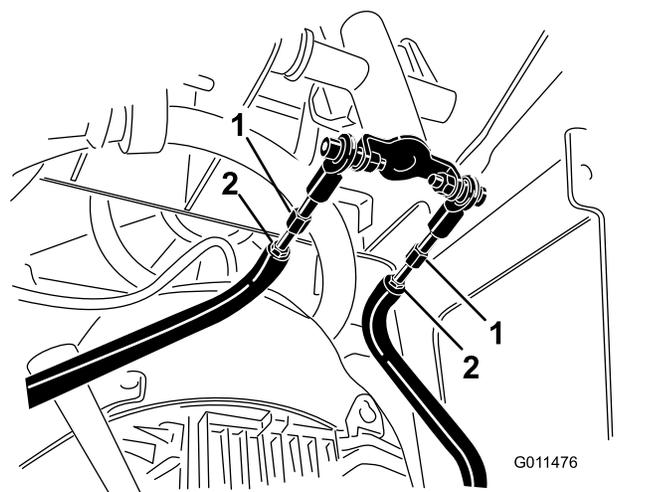

Figura 54
- Allentate i controdadi situati sulle aste di trazione, al di sotto della plancia (Figura 54).